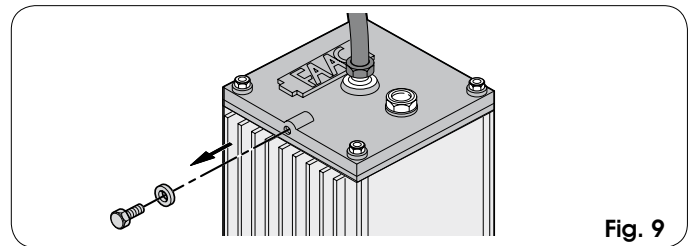

Fig. 9
- 3) Verwijder de ontluchtingsschroef zoals in Fig.9 en bewaar hem.
- 1) Controleer of de ontluchtingsschroef is verwijderd (Fig. 9)
4. Draai de ontluchtingsschroef op de besturingseenheid vast (Fig. 9)
11. Verwijder de ontluchtingsschroef van de besturingseenheid (Fig. 9) en voer de handelingen voor het ontluichten uit zoals aangegeven in paragraaf 8.2.